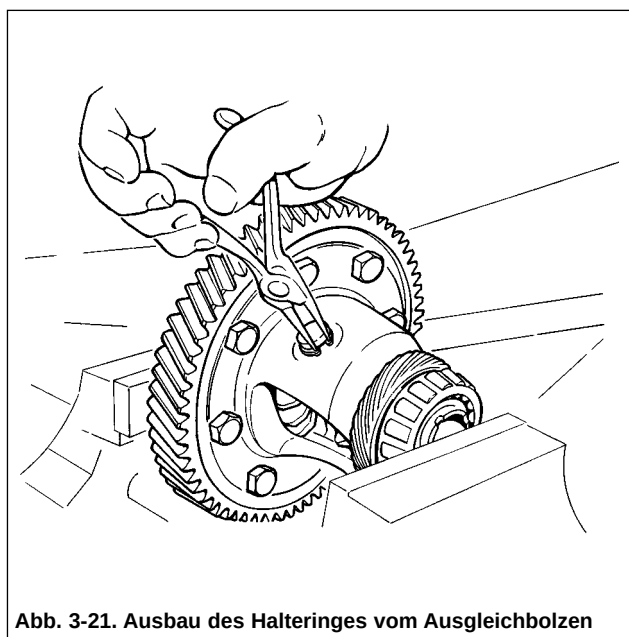

Abb. 3-21. Ausbau des Halterings vom Ausgleichbolzen
- den Haltering (Abb. 3-21) von der Achse der Ausgleichskegelräder abnehmen und die Achse austreiben;